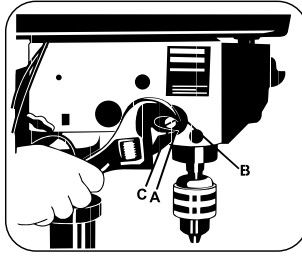

FIGURA 7.17
- Mova as porcas de trava até sua posição mais baixa, e trave-as neste local utilizando a chave. Isto evitará que o Eixo-Árvore caia quando acionado pela mola (Figura 7.17).
- Posicione a chave de fenda na fenda inferior frontal (A) da tampa da mola (B), e segure-a nesta posição enquanto estiver afrouxando e removendo as porcas.
- Aperte a porca interior (C) com a chave.
- Verifique o Eixo-Árvore quando movimentar a alavanca. A operação do Eixo-Árvore deve ser suave, com movimentos irrestritos. Se o deslocamento estiver muito apertado, afrouxe um pouco as porcas até que o movimento não seja mais dificultado (Figura 7.17).